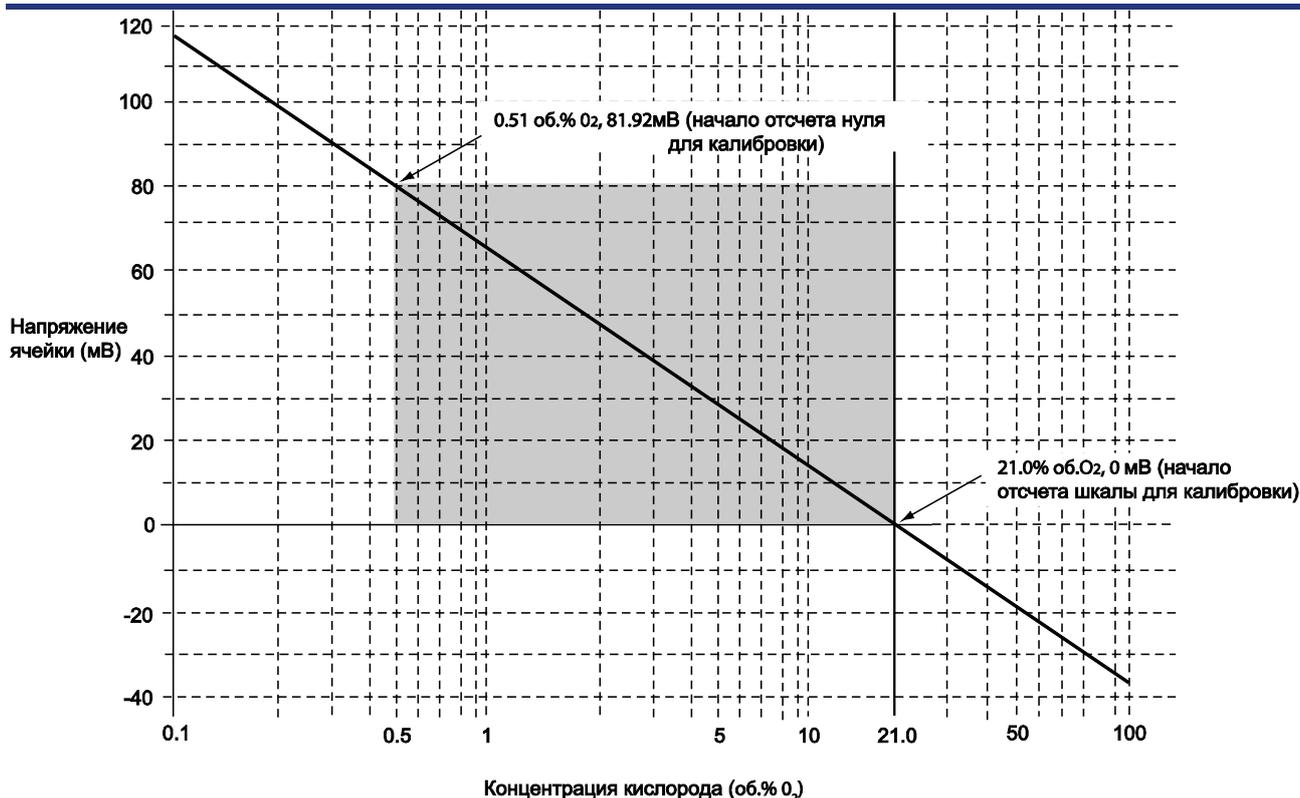

Рисунок 9.1 Зависимость концентрации кислорода в измеряемом газе от напряжения в ячейке (Эквивалент 21% об. O₂)
С помощью анализатора чувствительный элемент (циркониевый элемент) нагревается до температуры 750°C, и уравнение (2) становится правомерным. При этой температуре выполняется соотношение между концентрацией кислорода измеряемого газа, контактирующего с положительным электродом, и электродвижущей силой чувствительного элемента (= ячейка) (Рисунок 9.1), где на отрицательной стороне электрода используется сравнительный газ (воздух).